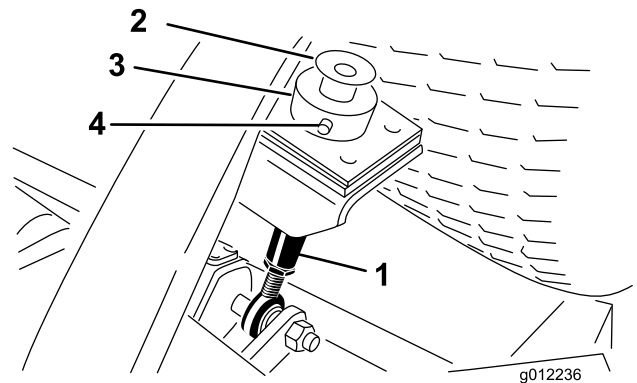

Bild 23
2. Nehmen Sie die Schraube und die Scheibe ab, die oben an jeder Schnitthöhenstange befestigt ist (Bild 23).
3. Nehmen Sie den Lastösenbolzen und den Splint ab, mit denen der Schnitthöhenstellring hinten am Mähwerk an der Schnitthöhenstange befestigt ist (Bild 23). Nehmen Sie den Schnitthöhenstellring ab.